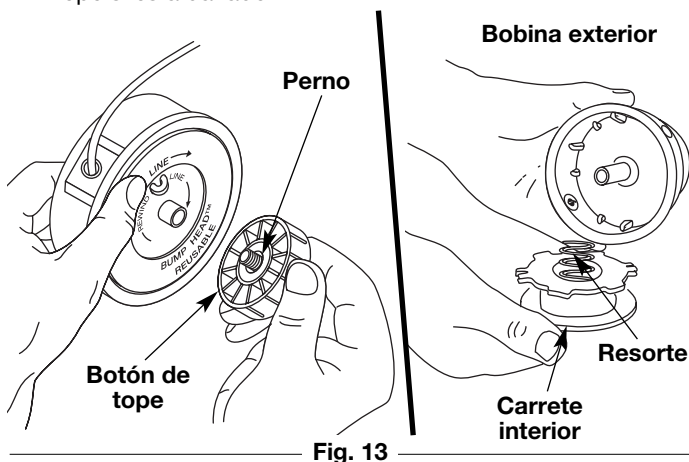

Fig. 13
1. Sostenga la bobina exterior con una mano y desenrosque el botón de tope en sentido antihorario (Fig. 13). Inspeccione el perno de adentro del botón de tope para verificar que se mueva con libertad. Cambie el botón de tope si está dañado.
2. Saque el carrete interior de la bobina exterior (Fig. 13).
3. Saque el resorte del carrete interior (Fig. 13).
- Sostenga la bobina exterior con una mano y desenrosque el botón de tope en sentido horario. Inspeccione el perno dentro del botón de tope para verificar que se mueva con libertad. Cambie el botón de tope si está dañado (Fig. 13).
- Saque el carrete interior viejo de la bobina exterior (Fig. 13).
- Saque el resorte del carrete interior viejo (Fig. 13).